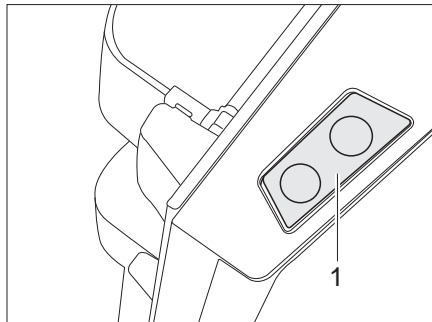

Bild 246 Entriegelungstaste der Kühlschranktür (Dometic 8er-Reihe)
- Die Entriegelungstaste (Bild 246,1) drücken und die Kühlschranktür öffnen.